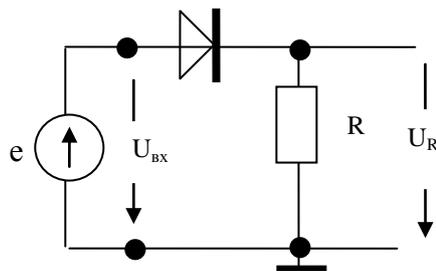

Рис.1.2.
Простейшая схема с полупроводниковым диодом приведена на рис.1.2. Здесь e источник ЭДС с внутренним сопротивлением R_e (на схеме не показано). С помощью этой схемы можно экспериментально получить ВАХ диода, подключив в качестве e источник постоянной ЭДС E .
вом постоянном смещении. Определить амплитуды импульсов тока и напряжений в схеме рис.1.2 при положительной и отрицательной полярностях сигнала. Определить уровень выпрямленного напряжения.
1. Собрать схему рис.1.2. В качестве источника E подключить регулируемый источник постоянного напряжения (-6...+6) В на блоке источников СЛАУ. В качестве нагрузки подключить резистор $R=20$ Ом.